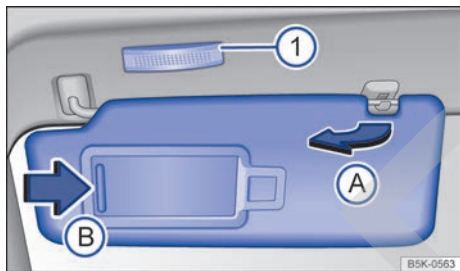

Fig. 84 En el revestimiento interior de la parte delantera del techo: parasol.
- Se pueden extraer del soporte y girar hacia las puertas ⇒ fig. 84 (A).